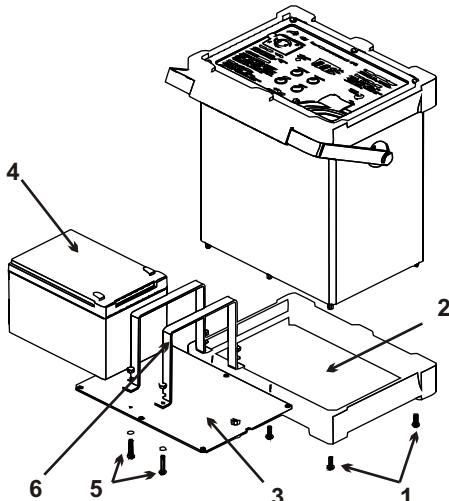

Рисунок 5
- 1** Отверните 6 винтов (поз. 1 рис. 5)
- 2** Аккуратно снимите крышку аккумуляторного отсека (поз. 2 рис.5) вместе с резиновой окантовкой.
- 3** Извлеките панель (поз. 3 рис. 5) с закрепленным на ней аккумулятором (поз. 4 рис. 5)
- 5** Отверните 4 винта (поз. 5 рис. 5).
- 6** Снимите скобы (поз. 6 рис. 5) и извлеките аккумулятор (поз. 4 рис. 5).